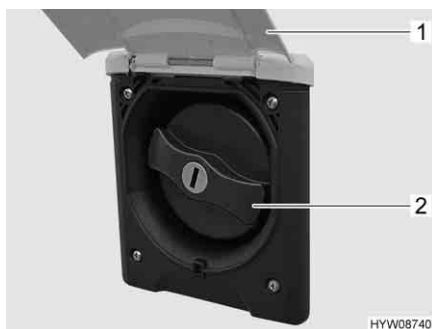

Fig. 187 Coperchio (bocchettone di riempimento dell'acqua potabile)
- Sollevare lo sportello esterno (Fig. 187,1).
- Ruotare il coperchio blu (Fig. 187,2) di un quarto di giro.